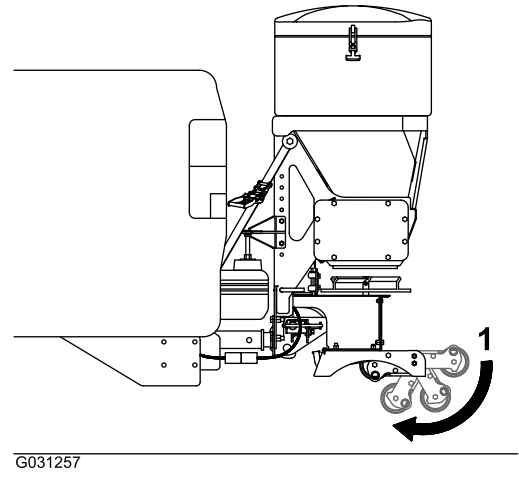

图 13
11. 站在支腿总成轮上旋转它们并将其收藏在支腿总成下图 13。